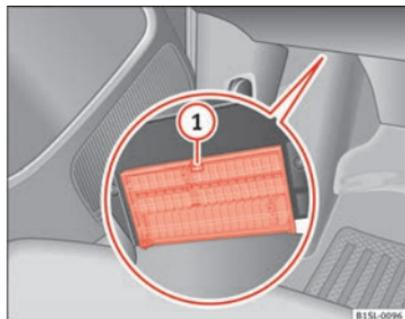

Fig. 149 Debajo del tablero de instrumentos del lado del conductor: tapa de la caja de fusibles.
- **Abrir:** presione la palanca de bloqueo ⇒ fig. 149 ① hasta que sea posible abrir la cubierta.
- **Cerrar:** abata la cubierta hacia arriba en la dirección contraria a la flecha hasta que encaeste de forma audible en la palanca de bloqueo ①.